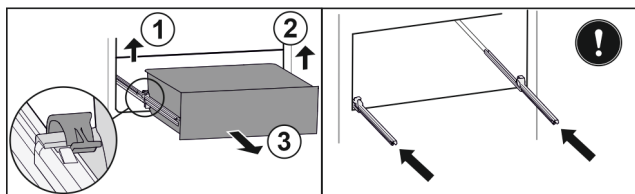

Fig. 107
- Zvedněte levou svorku a současně vytáhněte zásuvku vlevo dopředu. Fig. 107 (1)
- Zvedněte pravou svorku a současně vytáhněte zásuvku vpravo dopředu. Fig. 107 (2)
- Vyjměte zásuvku dopředu. Fig. 107 (3)